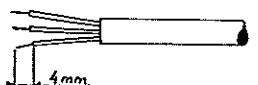

figure 2
- Longueur de dénudage maximum: 4mm (figure 2)